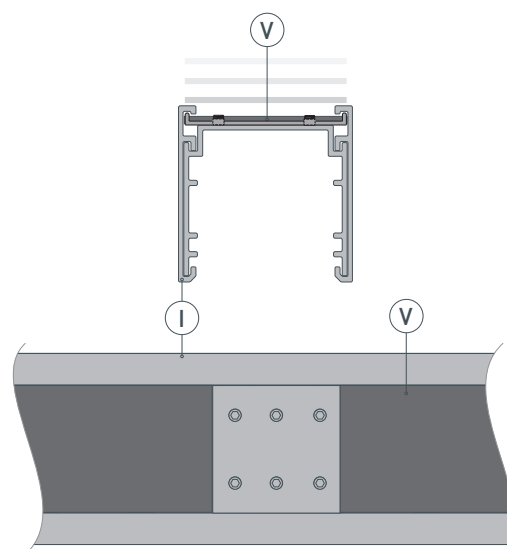

Рис. 5. Установка ленты-вставки ⑤ на профиль ①. Вид сверху
- 4** / Для защиты светодиодной ленты от пыли и фильтрации светового потока установите обратно на верхнюю грань профиля ① эластичную ленту-вставку ⑤, как показано на рис. 5.